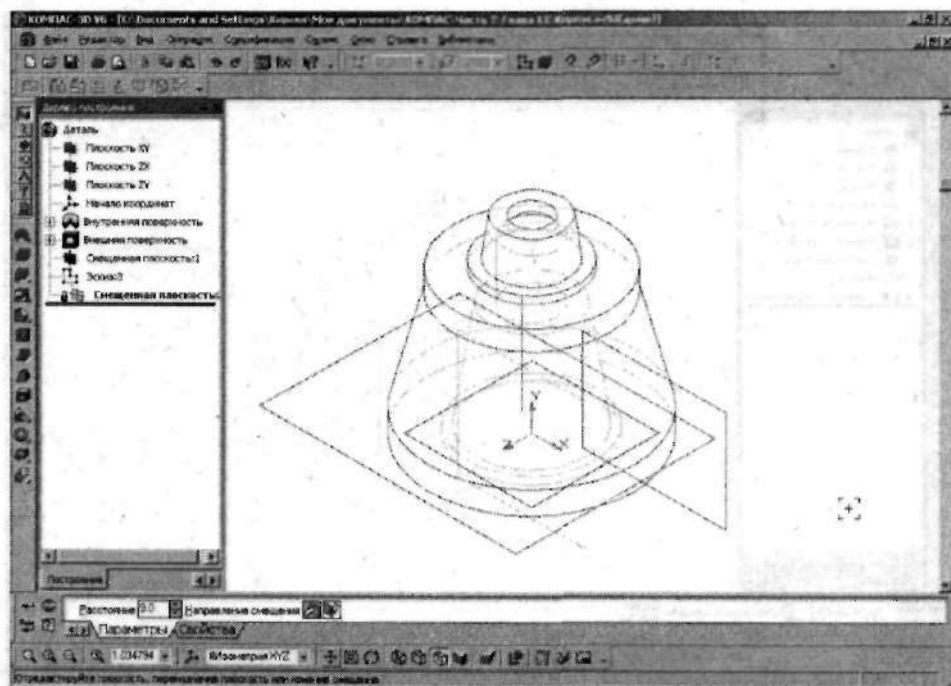

Рис. 2.184. Измените ориентацию детали
13. Выйдите из режима редактирования эскиза и измените ориентацию детали на *#Изометрия XYZ* (рис. 2.184).